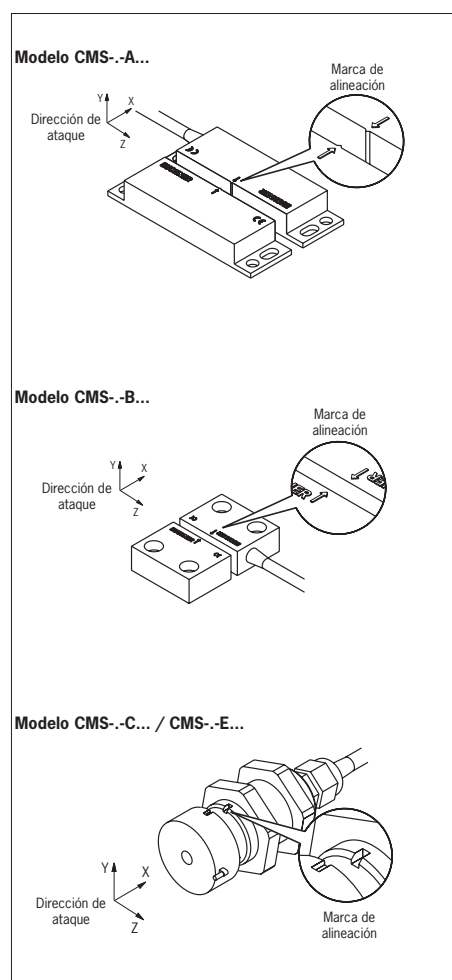

Figura 1: Alineación de la cabeza de lectura y el actuador
La cabeza de lectura y el actuador pueden montarse en cualquier posición. Asegúrese de que ambos estén alineados (véase la figura 1).
- ▶ Sus superficies activas estén completamente enfrentadas cuando el resguardo de seguridad esté cerrado (véase la figura 1).
- ▶ Si la velocidad de ataque entre la cabeza de lectura y el actuador es reducida y se está utilizando la unidad de evaluación CMS-E-BR, se recomienda evitar la dirección de ataque Z (véase la figura 1).